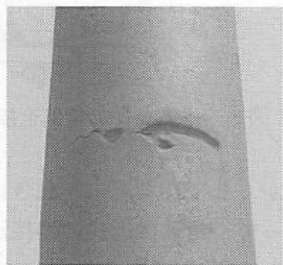

図2 デリーの鉄柱にみられる疵
もうひとつ、古代からの接合法に「鍛接：forge welding」があります。これは、2つの金属片をハンマーで叩いて接合する方法。上述の溶けた金属を用いる「融接」に対して、圧力で2面間の原子を結合させるもので、「圧接」といいます。本連載⑧に登場したデリーの鉄柱。ルツボ炉で溶かした小銅片を「鍛接」して造ったとあります。全長約8m、直径41cm、質量約6t、からすると、これはパイプではなく中実。柱の地上高さ半分くらいに図2のような疵がみられます。どういう製法かは分かりませんが、これは「鍛接」不良でしょうか。